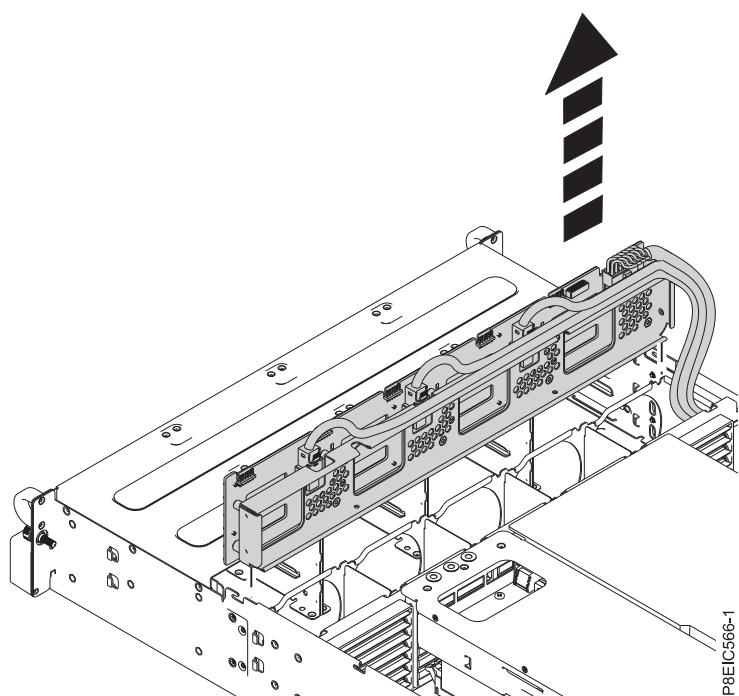

図 27. ディスク・ドライブ・バックプレーンの取り外し
9. ディスク・ドライブ・バックプレーンをシャーシから真っすぐに持ち上げて外します (27 ページの図 27 を参照)。